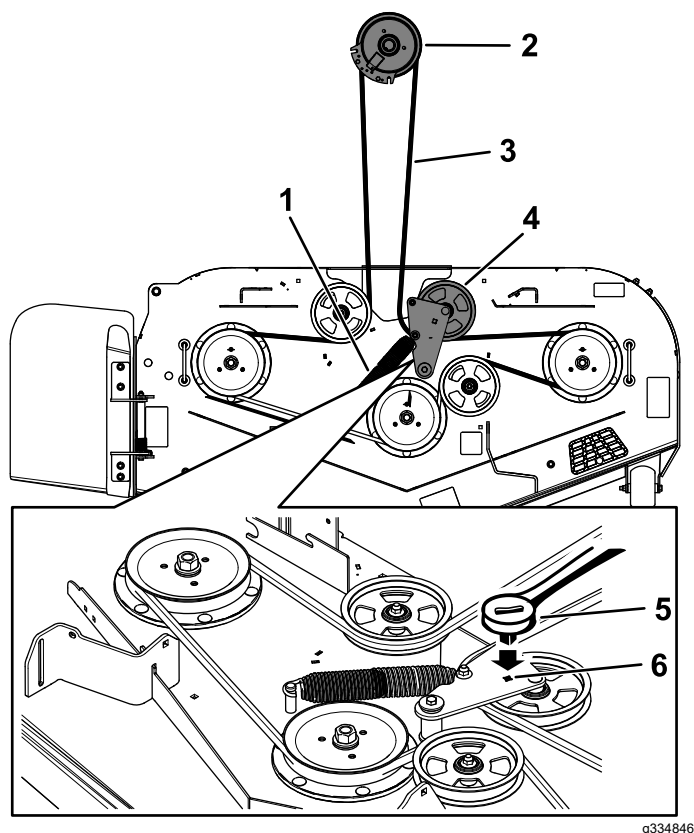

Figure 63
8. Insérez un rochet de 3/8 pouce dans le trou carré du bras de la poulie de tension pour détendre le ressort de la poulie de tension (Figure 63).
10. Enlevez le guide-courroie situé sur le bras de la poulie de tension rappelé par ressort (Figure 63).
12. Acheminez la courroie neuve autour des poulies du plateau de coupe et de la poulie d'embrayage, sous le moteur (Figure 63).
13. Montez le guide-courroie sur le bras de la poulie de tension (Figure 63).
14. Insérez le rochet de 3/8 pouce dans le trou carré et installez le ressort de la poulie de tension (Figure 63).